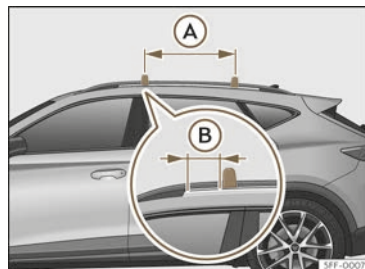

Abb. 203 Befestigungspunkte der Querstangen für den Dachgepäckträger.
Die Querstangen werden an der seitlichen Dachreling angebracht. Der Abstand zwischen den Querstangen >>> (Abb. 203) (A) muss zwischen 70 und 90 cm betragen und der Abstand von den Querstangen und der Dachreling (B) muss 9 cm betragen.